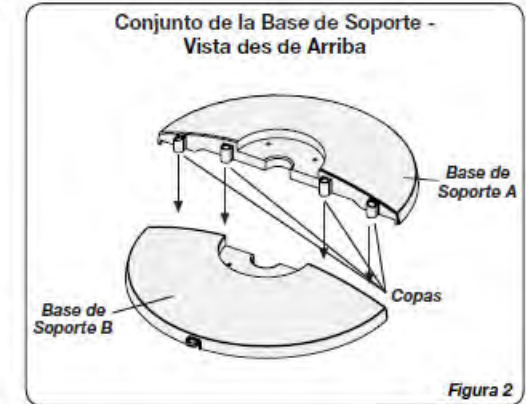

Figura 2
4. Arme las Bases de Soporte, introduciendo las **Copas** en la **Base de Soporte A** en los **Orificios De Copas** de la **Base de Soporte B**. Pase el **Cable de Electricidad** por el orificio grande en el centro del **Conjunto de la Base de Soporte**. (*Figura 2*)